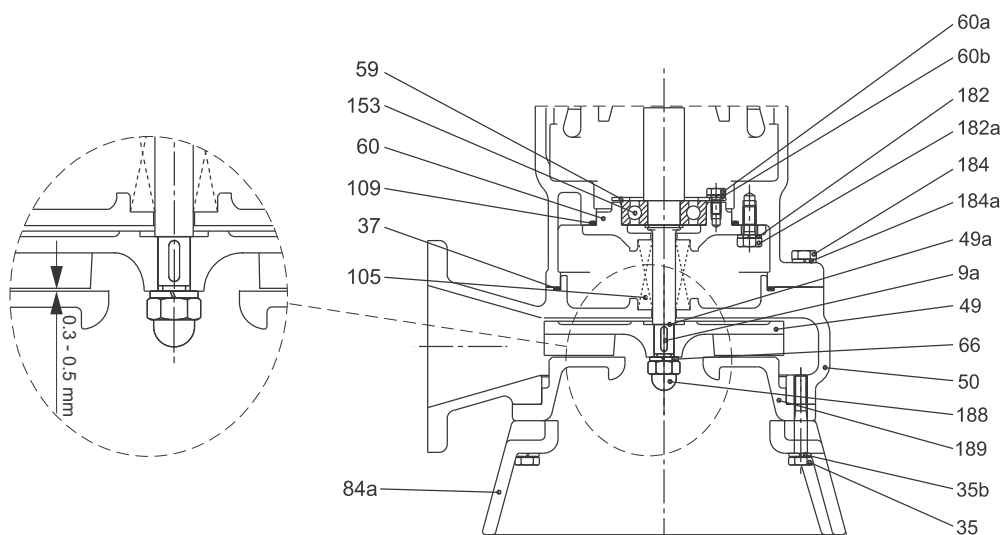

图 13 叶轮与泵壳的装配以及叶轮间隙
7. 检查叶轮间隙。见图13。叶轮间隙必须在0.3毫米和0.5毫米之间。如果叶轮间隙不在该范围内，拆装叶轮，添加或减少间距环以获得正确的间隙。然后再次检查该间隙。